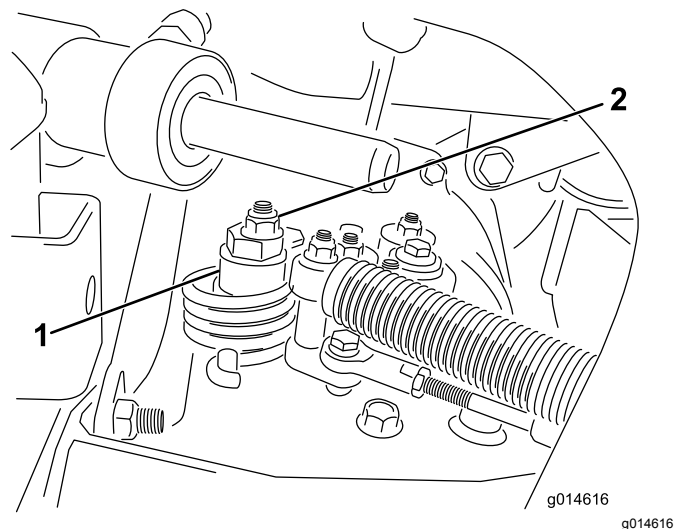

图49
- A. 松开将偏心螺栓固定到静液压泵顶部的螺母 图49。
- C. 旋转偏心螺栓直到不再出现任何方向的缓慢前移。当轮子停止旋转时旋紧螺母锁定偏心螺栓和调整 图49。将油门移至“慢速”和“快速”位置验证调节情况。